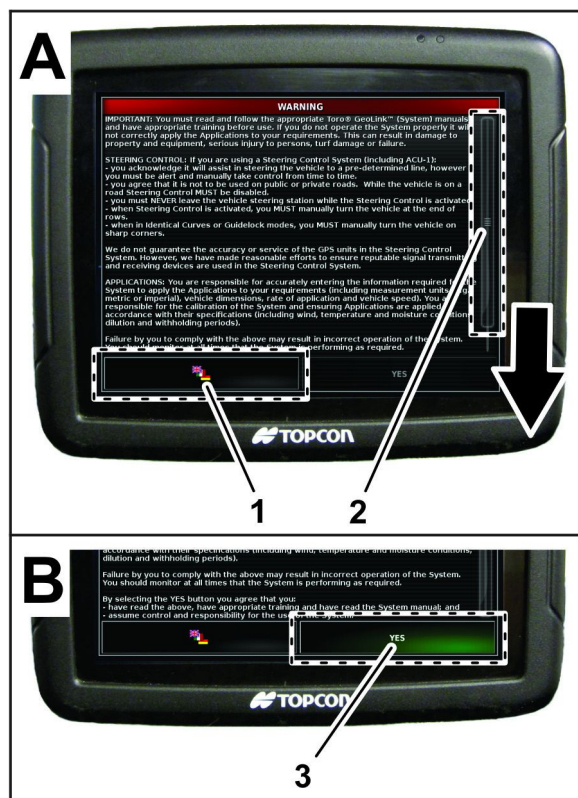

図 14
1. 必要に応じ、言語アイコンを押して X25 の表示言語を変更する 図 14。